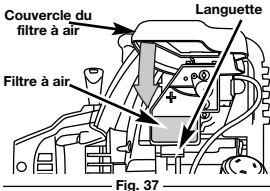

Fig. 37
- Reinstallez la couverture du filtre à air. Placez les fentes au dessus de la couverture du filtre à air sur les languettes au dessus de la plaque arrière (Fig. 37).
- Faites pivoter la couverture vers le bas jusqu'à ce que la languette sur la plaque arrière du filtre à air se verrouille en place dans la fente sur la couverture du filtre à air (Fig. 37).